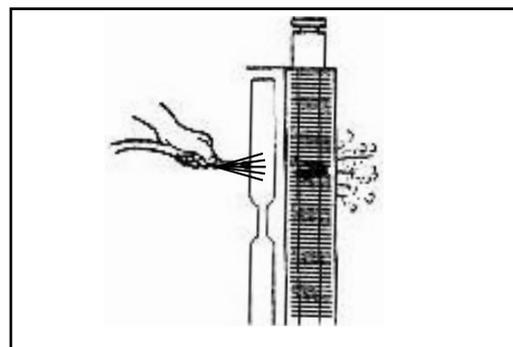

Abb. 5.6c
5.6.3 Reinigung der Kühlerlamellen (Abb. 5.6c)